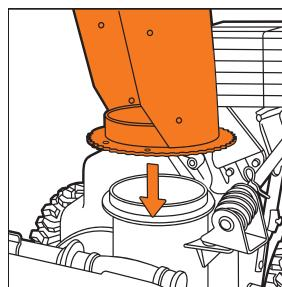

Рис. 11
- Установите желоб на отверстие выброса снега (Рис. 11).